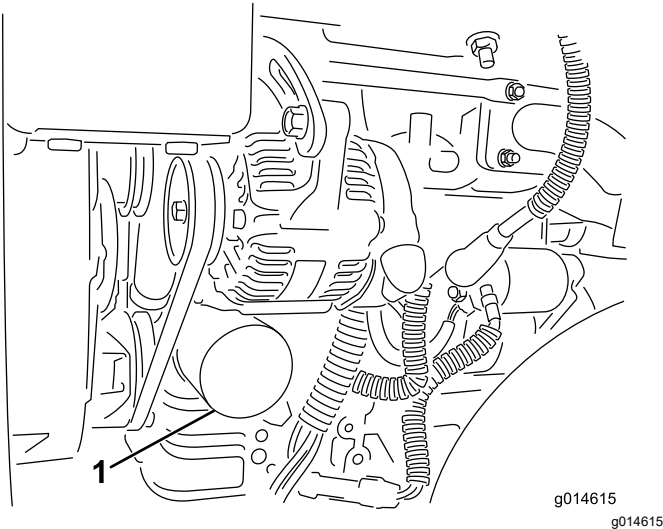

Figura 32
2. Retire el filtro de aceite (Figura 32). Aplique una capa ligera de aceite limpio a la junta del filtro nuevo.